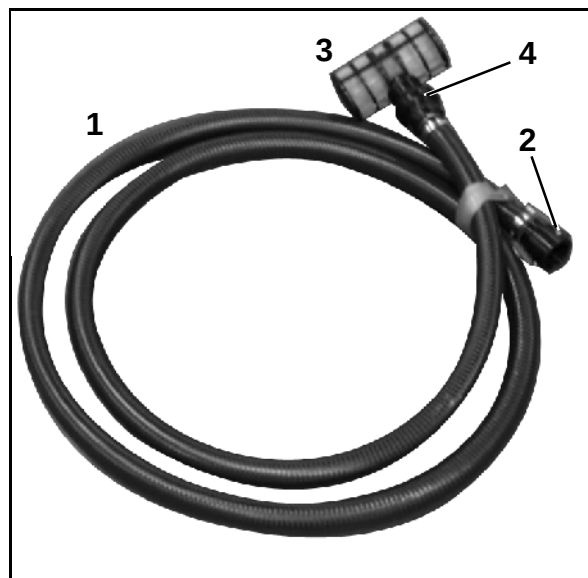

Fig. 155
1. Branchez le flexible d'aspiration par le biais de l'accouplement rapide en utilisant le manchon d'aspiration (Fig. 155/1) du filtre d'aspiration.